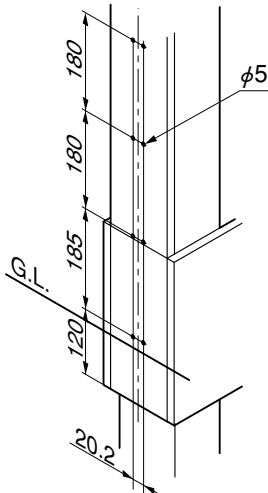
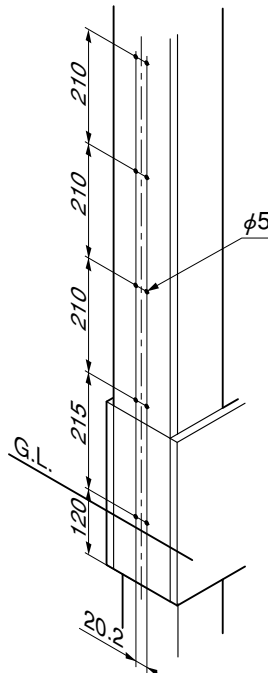

図11-1 H600の場合
図11-2 H900の場合
- ① SAボードに縦枠取付け位置を出して、φ5の孔をあけてください。(図11-1、図11-2参照)